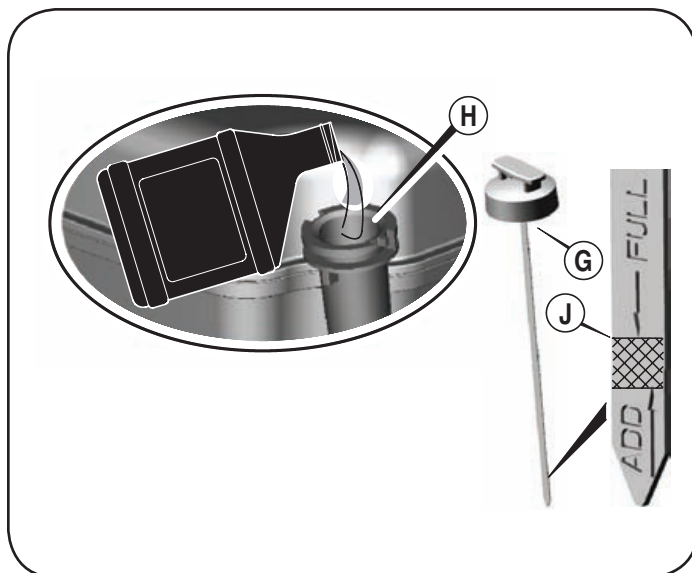

Figura 14
1. Saque la varilla del nivel de aceite (G). Vea la Figura 14.
2. Con la cortadora de césped ubicada en suelo nivelado, vierta el aceite lentamente por dentro del tubo de llenado de aceite del motor (H).
3. Coloque y ajuste la varilla indicadora. Luego quítela para revisar el nivel de aceite. Vea la Figura 14.